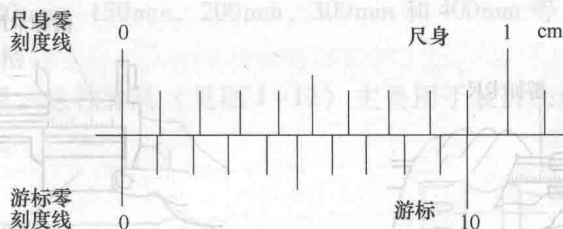

图 1-6 游标卡尺对零
- 3) 对零。在测量工件前，将游标卡尺的两测量面合拢，游标卡尺的游标零刻度线应与尺身零刻度线应对正（见图 1-6），否则，应送有关部门修理。